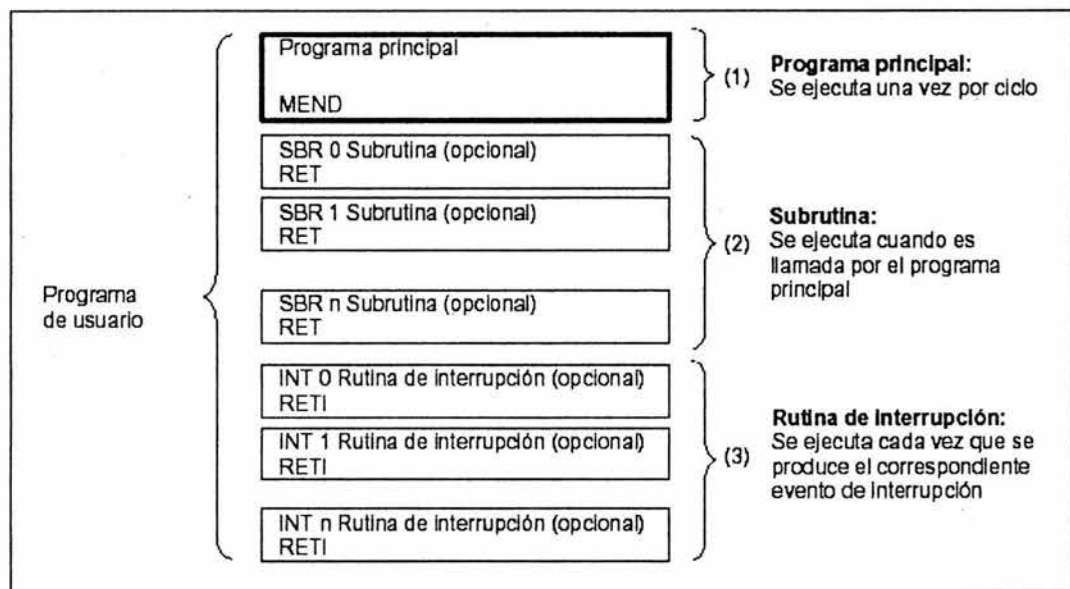

Figura 3-7 Estructura del programa de una CPU S7-200
Los programas para la CPU S7-200 comprenden tres partes básicas: el programa principal, las subrutinas (opcional) y las rutinas de interrupción (opcional). Como muestra la figura 3-7, un programa S7-200 se estructura mediante los siguientes elementos:
**Programa Principal:** En esta parte del programa se disponen las operaciones que controlan la aplicación. Las operaciones del programa principal se ejecutan de forma secuencial en cada ciclo de la CPU. Para terminar el programa principal, utilice en KOP una bobina absoluta Finalizar programa principal, o en AWL una operación Finalizar programa principal (MEND). Véase (1) en la figura 3-7.
**Subrutinas:** Estos elementos opcionales del programa se ejecutan sólo cuando se llaman desde el programa principal. Se deben añadir siempre al final del programa principal (detrás de la bobina absoluta finalizar programa principal en KOP o detrás de la operación MEND en AWL). Utilice siempre una operación Retorno absoluto (RET) para terminar cada subrutina. Véase (2) en la figura 3-7.
de la bobina absoluta Finalizar programa principal en KOP o detrás de la operación MEND en AWL). Utilice siempre una operación Retorno absoluto desde rutina de interrupción (RETI) para terminar cada rutina de interrupción. Véase (3) en la figura 3-7.